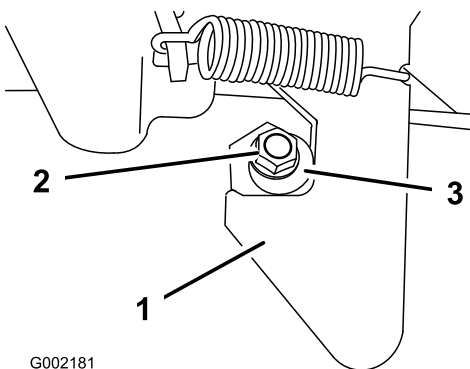

Figure 56
1. Desserrez le contre-écrou au bout de l'ergot de verrouillage (Figure 56).
2. Tournez l'ergot de verrouillage dans le sens horaire jusqu'à ce qu'il soit bien serré contre la partie en crochet du loquet (Figure 56).